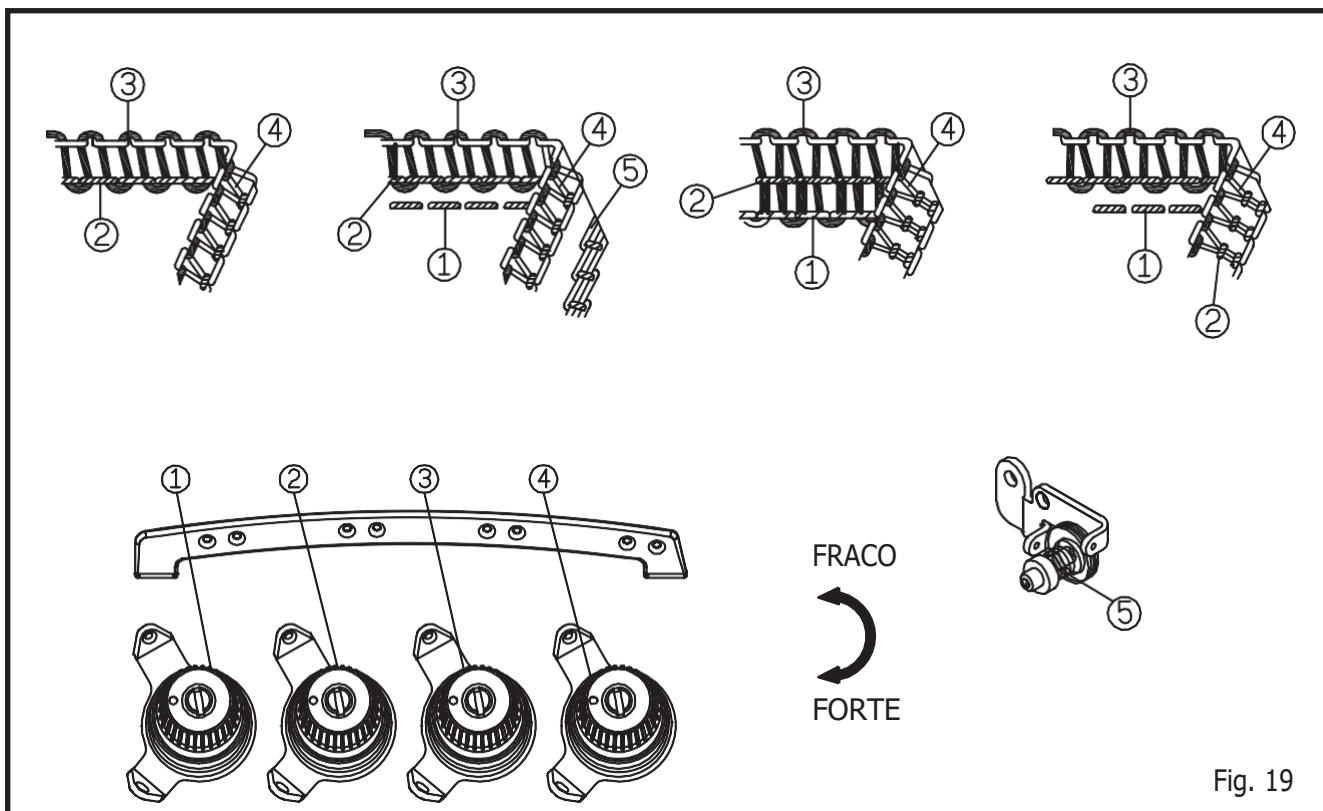

Fig. 19
1. Ajustes de regulagem da tensão da linha (Fig. 19)